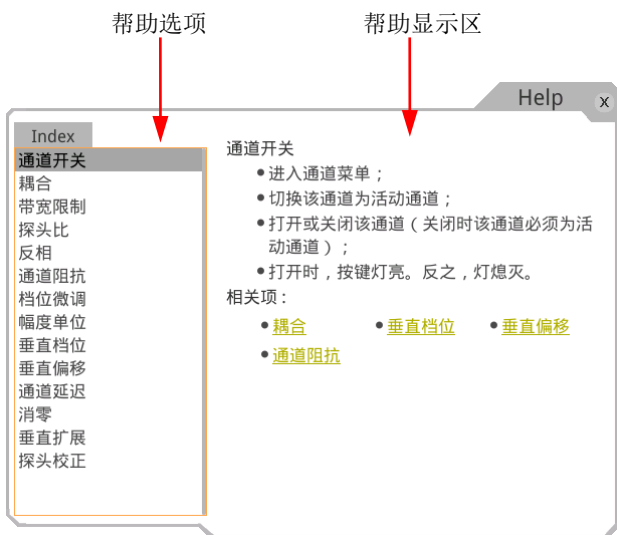

图 13 帮助信息
2. 点击“查看帮助”菜单项，屏幕弹出帮助界面，如图 13 所示。帮助界面主要分两部分，左边为“帮助选项”，右边为“帮助显示区”。